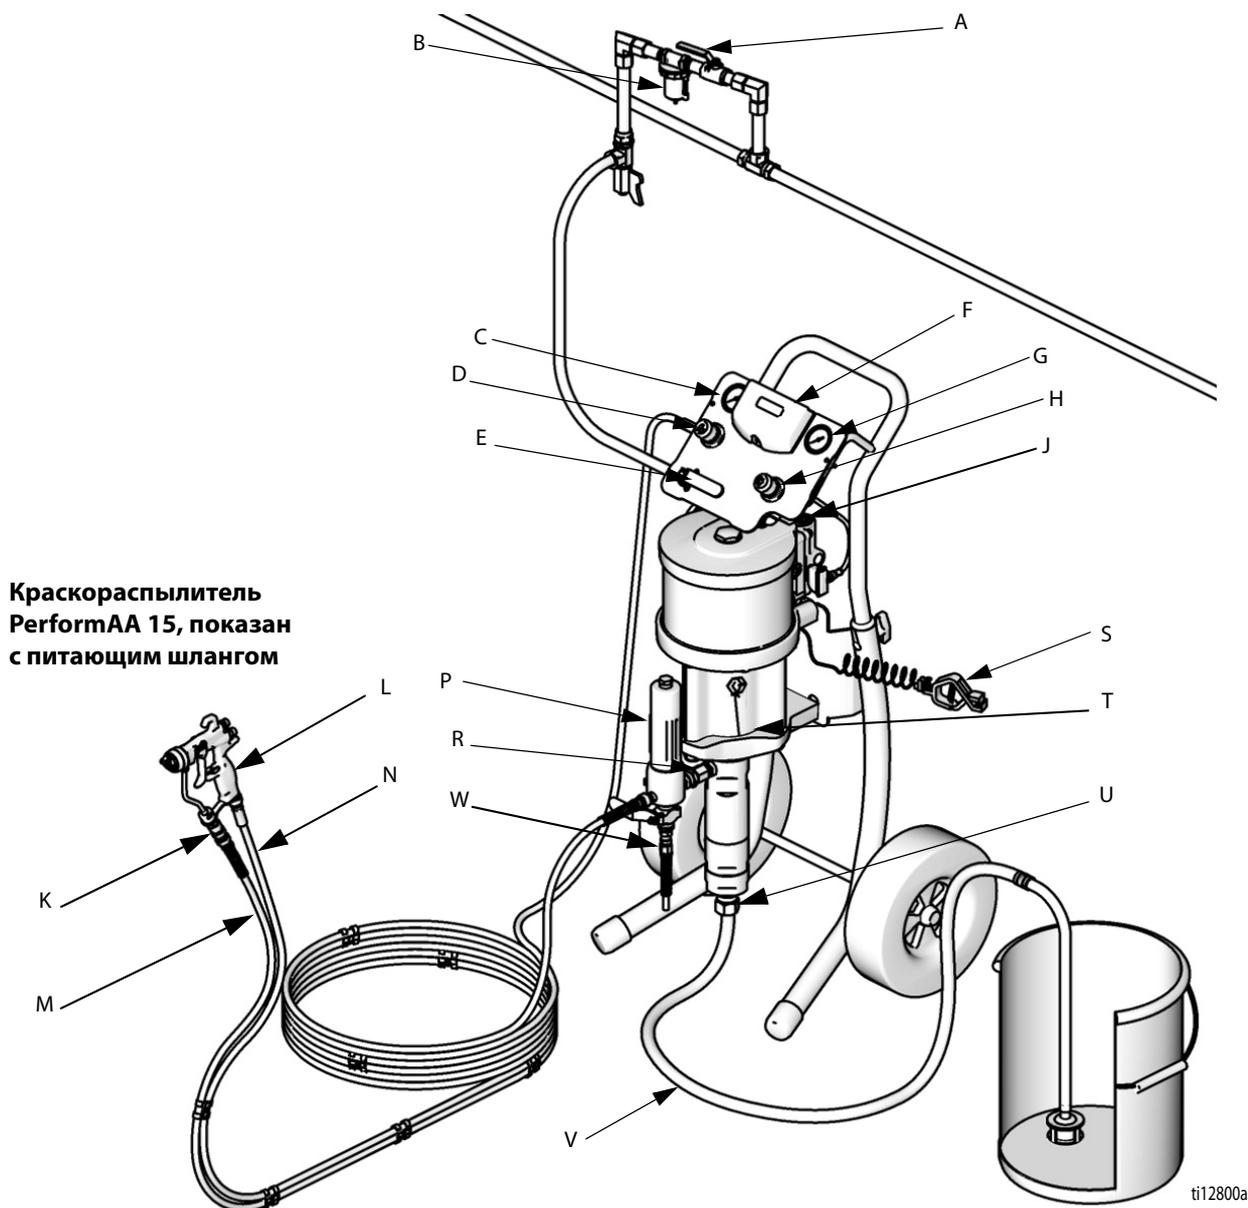

РИС. 1. Типовой монтаж (в вашей установке могут присутствовать не все представленные детали).
Рис. 1 представлен в качестве руководства для выбора и установки компонентов системы, а также вспомогательных принадлежностей. Для получения рекомендаций по проектированию системы, отвечающей вашим потребностям, обратитесь к дистрибьютору компании Graco.
См. РИС. 1. **Перечень компонентов различается в зависимости от заказанной установки.** См. таблицы на стр. 7 - 16. В состав комплекта поставки вашей установки могут входить:
Установите следующие принадлежности в порядке, показанном на РИС. 1, при необходимости используйте соответствующие переходники.
1. См. Рис. 1. Присоедините конец синего шланга подачи материала (M) к выпускному отверстию насоса (R) или фильтра (P).
2. Присоедините один конец шланга для сжатого воздуха (N) к регулятору подачи воздуха (D) краскораспылителя.
3. Присоедините второй конец шланга для подачи воздуха (N) к впускному отверстию для подачи воздуха, расположенному в основании краскораспылителя (L).
4. Присоедините поворотный шарнир краскораспылителя (K) к впускному отверстию для материала.
5. Присоедините другой конец синего шланга для материала (M) поворотному Шарниру краскораспылителя (K).
2. См. Рис. 1. Закройте главный воздушный стравливающий клапан (D).
1. См. Рис. 1. Заблокируйте курок краскораспылителя. Отсоедините соплодержатель и сопло от краскораспылителя (L). См. руководство по эксплуатации краскораспылителя.
2. Закройте регуляторы подачи воздуха краскораспылителя (D) и насоса (H), повернув круглые ручки против часовой стрелки и снизив давление до нуля. Закройте воздушный стравливающий клапан (E). Удостоверьтесь, что все дренажные клапаны находятся в закрытом состоянии.
3. Подсоедините линию подачи воздуха к воздушному стравливающему клапану (D).
6. Плотно прижмите металлическую часть краскораспылителя (L) к боковой поверхности заземленной металлической емкости, разблокируйте курок и удерживайте его нажатым.
8. Откройте воздушный стравливающий клапан (E). Медленно поворачивайте по часовой стрелке круглую ручку регулятора подачи воздуха (H) в насос, увеличивая давление до тех пор, пока насос не запустится.